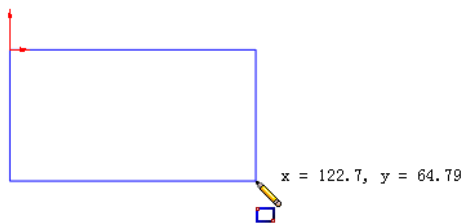

图 1-42 绘制矩形
①单击[草图]操控面板上的[草图绘制]按钮，或选择[插入] | [草图绘制] 命令。此时在[前视]基准面上打开一张草图。
②单击[草图]操控面板上的[矩形]按钮，或选择命令[工具] | [草图绘制实体] | [矩形]。
③将鼠标指针移到草图原点处，当鼠标指针变为形状时，表示指针正位于原点上。单击并移动鼠标指针以生成矩形。当移动鼠标指针时，鼠标指针处会显示该矩形的尺寸，如图 1-42 所示。